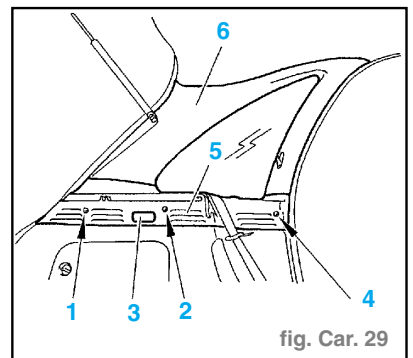

fig. Carr. 29
- Déposer : (fig. Carr. 29)
- la garniture de custode (6) (clippée),
- les vis (1), (2) et (4),
- le support de tablette arrière (5).
- Déconnecter l'éclaireur de coffre (3).
- la garniture de custode (6),